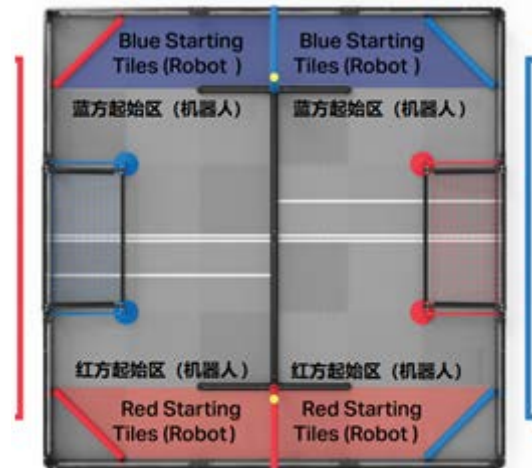

图 18 起始垫
**起始垫**——机器人用于启动的灰色泡沫垫，这些泡沫垫沿着围栏边缘且位于各自战队站位右侧。如图 18 所示。